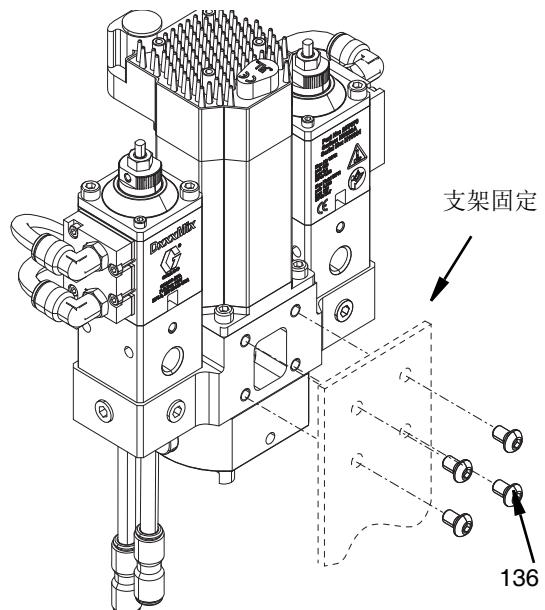

图 26
拧下四颗 M6-1.0 x 10 螺丝 (136), 从安装夹具上卸下 Voltex 动态混合阀。参见图 26。